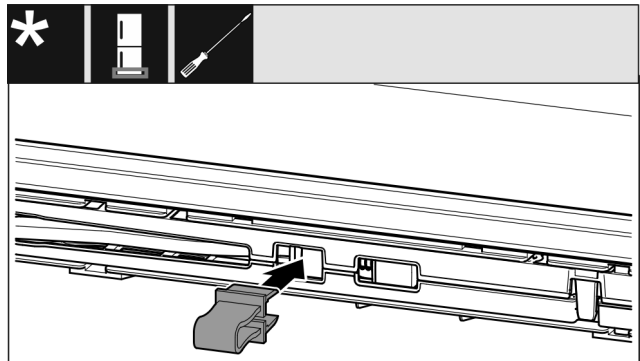

Fig. 14
- ▶ Hekt sikringen fast i åpningen Fig. 14 ().